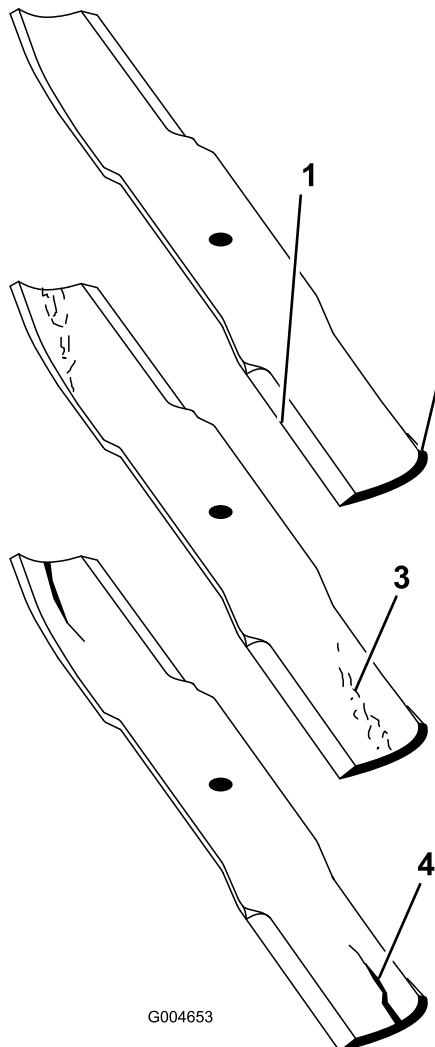

Figura 82
- Examine cuidadosamente as extremidades da lâmina, prestando especial atenção à zona onde se encontram as partes curvas e planas da lâmina (Figura 82). Deverá verificar o estado da lâmina antes da operação de corte, já que a areia e outro material abrasivo poderá desgastar o metal que liga a parte curva e plana da lâmina. Se verificar que esta zona se encontra desgastada (Figura 82), substitua a lâmina.